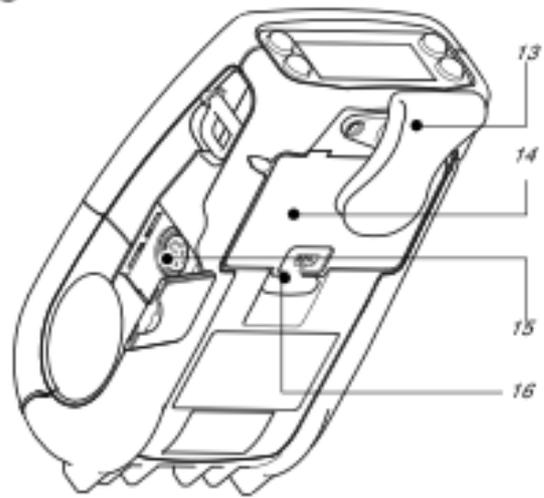
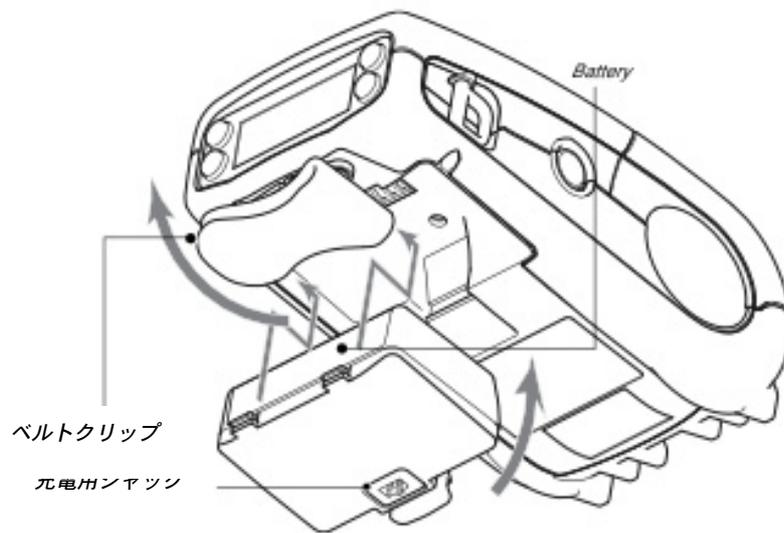

図1 : QL220概観
図2：バッテリーを取り付ける
2. 図2に示されているように、プリンタにバッテリーを挿入します。
•下の図1で示されるようにプリンタの横のラッチ開放ボタンを押してください。図2で示されるようにラッチのアセンブリが自動的に開放されます。